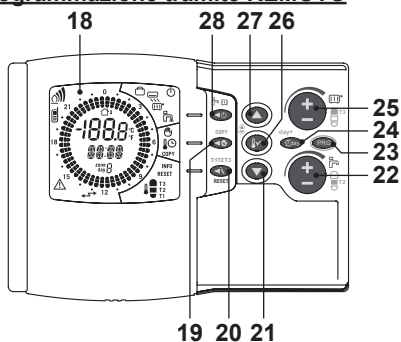
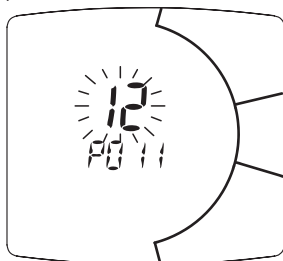
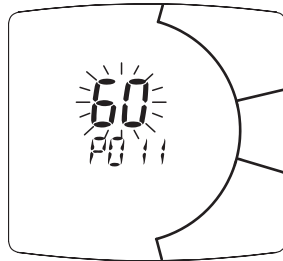

Figura 5.47
Figura 5.50
Figura 5.51
• Scorrere i vari parametri utilizzando il tasto 22 in Figura 5.47 fino a far apparire sul display LCD le lettere **P011** con sopra il relativo valore del parametro **12** che lampeggia, indicante l'entrata nel "parametro 11" (Figura 5.50).
• Modificare il SET programmato agendo sul pulsante 25 in Figura 5.47 fino a visualizzare un **set di 60**, aspettare che il numero programmato cominci a lampeggiare (Figura 5.51).